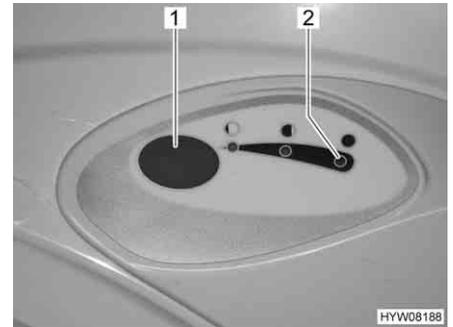

Fig. 260 Pulsante dello sciacquone/spia di controllo toilette Thetford
- Per sciacquare premere il pulsante blu (Fig. 260,1).
La spia di controllo (Fig. 260,2) si accende quando il serbatoio fecale deve essere svuotato.